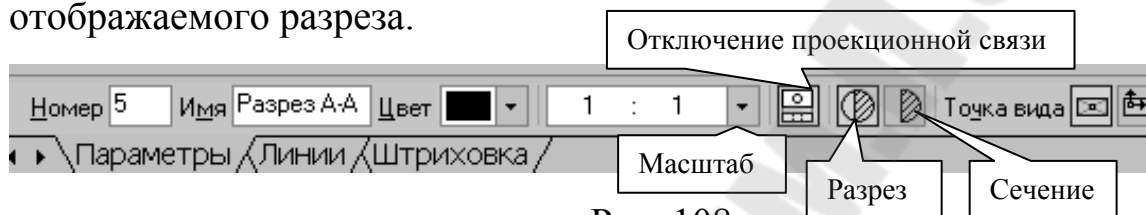

Рис. 108
С помощью переключателя  **Разрез/сечение** на **Панели свойств** выбирается тип изображения – **Разрез** (рис. 108) и **масштаб** отображаемого разреза.
Профильный разрез построится автоматически в проекционной связи и со стандартным обозначением. При необходимости проекционную связь можно отключать переключателем  **Проекционная связь** (рис. 108). Для настройки параметров штриховки, которая будет использоваться в создаваемом разрезе (сечении) используется элементы управления на вкладке **Штриховка**.
2. С помощью кнопки **Линия разреза**, расположенной на панели Ассоциативные виды (рис. 108), появившейся ловушкой укажем линию секущей плоскости $B-B$. С помощью переключателя  **Разрез/сечение** на **Панели свойств** следует выбрать тип изображения – **Сечение** (рис. 108), масштаб отображаемого сечения выбирается из окна **Масштаб**.